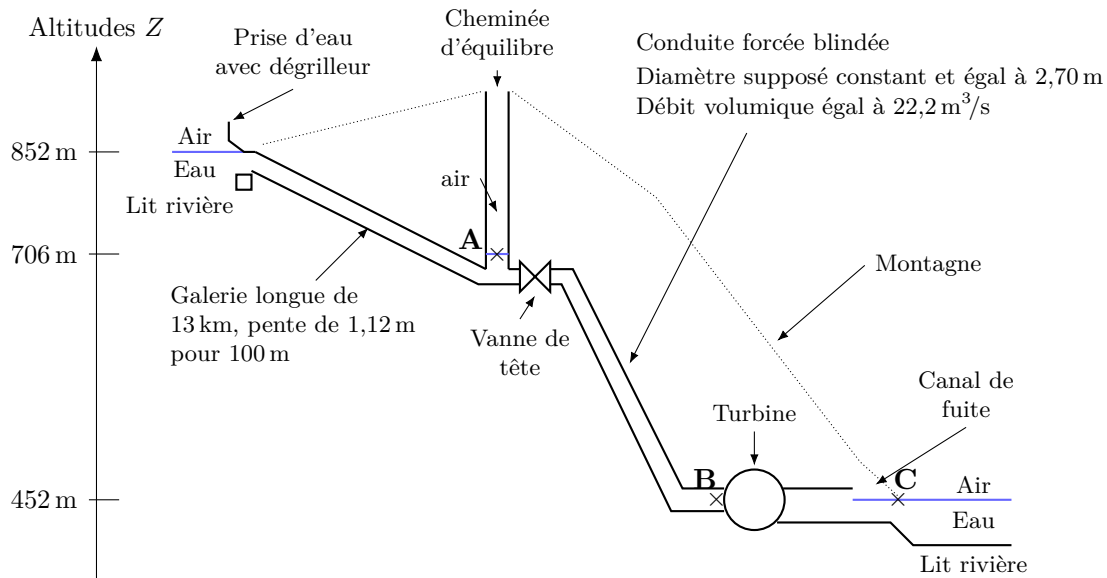

Fig. 11 – Circuit hydraulique de l'aménagement (croquis, pas à l'échelle).
Le circuit hydraulique est schématiquement représenté en figure 11 : c'est un croquis et les distances ainsi que les altitudes ne sont pas représentées à l'échelle.
L'altitude absolue (mesurée par rapport au niveau de la mer) de la surface libre en sortie du canal de fuite, repérée par le point C de la figure 11, est notée Z_C et est égale à 452 m. L'altitude absolue de la surface libre de l'eau dans la cheminée d'équilibre, repérée par le point A de la figure 11, est notée Z_A ; elle est égale à 706 m. Par la suite, **C sera pris comme origine des altitudes**. Les altitudes prises en référence à C seront notées z .
- Montrez que la valeur de la pression relative de l'eau, notée P_A , à la surface libre au point A de la figure 11 est nulle.